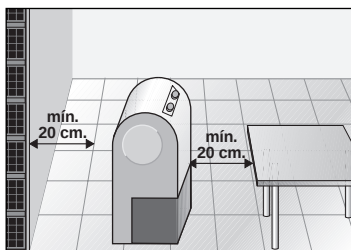

Fig. 4
- ❑ For å sikre korrekt drift av apparatet er det nødvendig å holde en avstand på minimum 20 cm til nærliggende gjenstander. Se fig. 4.